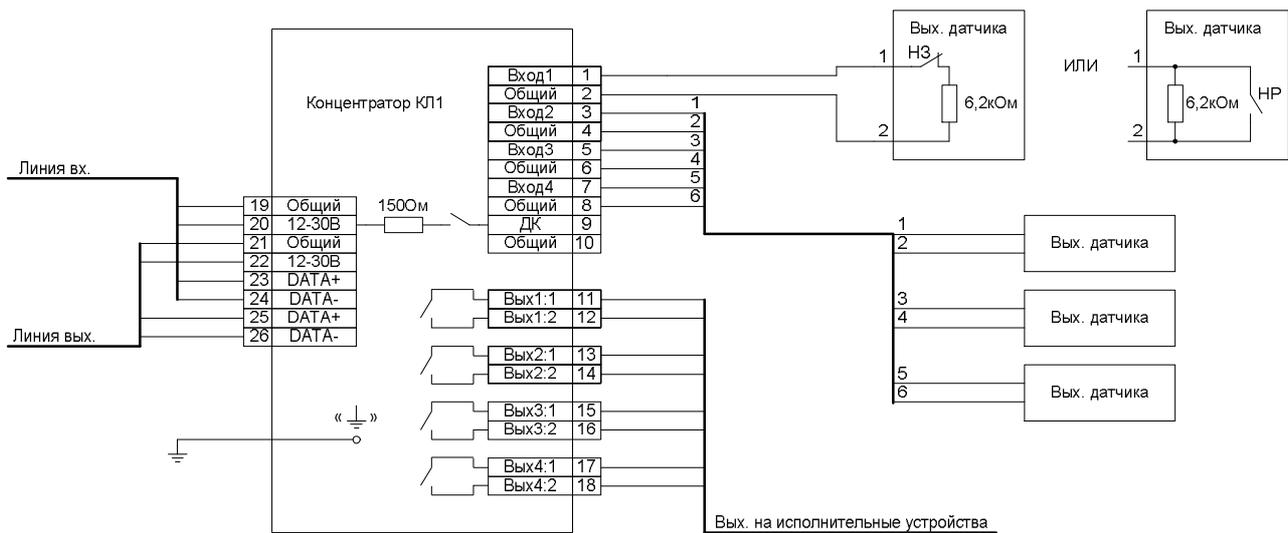

Рисунок 2.2. Схема подключения концентратора КЛ-1.
1.4.6. Концентратор линейный КЛ-1 предназначен для контроля состояния 4-х датчиков имеющих выход в виде сухих контактов реле с контрольным резистором 6,2кОм и управления 4-я исполнительными устройствами. Управление исполнительными устройствами осуществляется с помощью сухих контактов реле. При возникновении тревожного состояния на любом из входов на соответствующем выходе (1-й вход – 1-й выход и т.д., см. рисунок 2.2) появляется сигнал тревоги в виде замыкания контактов реле на время 5 секунд. В дежурном состоянии контакты реле разомкнуты.
При получении концентратором с РИФ-485 БО команды ДК на выход ДК (контакт 9, рисунок 2.2) через резистор 150 Ом подается напряжение питания на время 0,6с. После этого концентратор в течении 15с ожидает появления сигнала тревоги на всех задействованных входах. Если сигнал тревоги появился, на всех задействованных входах на БО отображается дежурный режим, если сигнал тревоги не появился хотя бы на одном входе – на БО отображается неисправность.